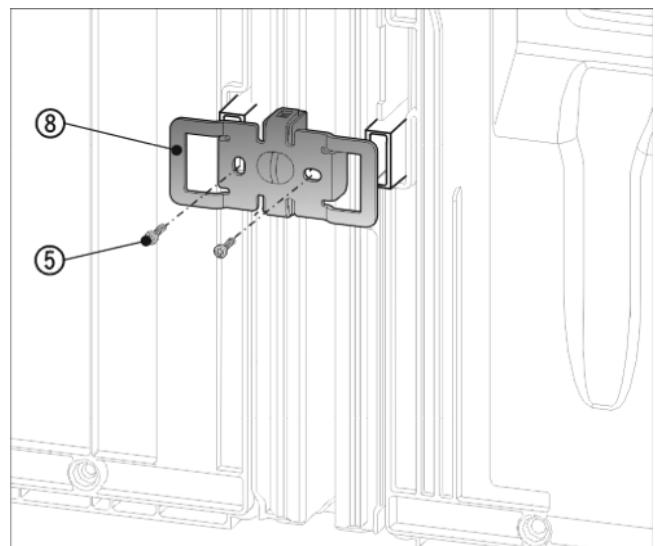

Fig. 12
- ▶ Повторно надвинуть угол *Fig. 12* (8) выемками через гнездо для пристенных распорок.
- ▶ Прикрутите 2 винтами *Fig. 12* (5).